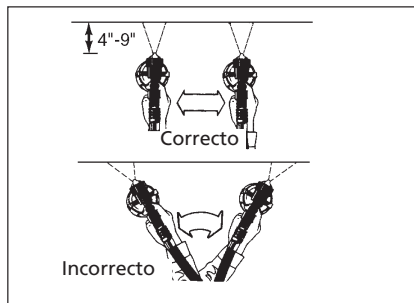

Figura 11 - Movimiento para pintar
1. Mantenga la pistola a unas 4" - 9" (de 104 a 234cm) y paralela al objeto que esté pintando. (Vea la Figura 11). Si ha ajustado el patrón para pintar algo angosto tendrá que acercarla a unas 2" (52cm) del área de trabajo.